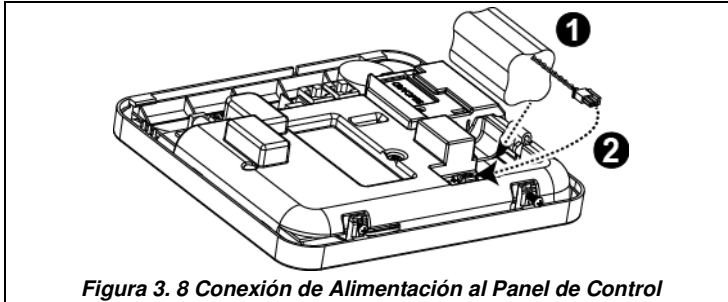

Figura 3. 8 Conexión de Alimentación al Panel de Control
- Consulte la Figura 3. 7a "Conexión del Cable de Alimentación".
Conectar la batería como se muestra en la Figura 3. 8.